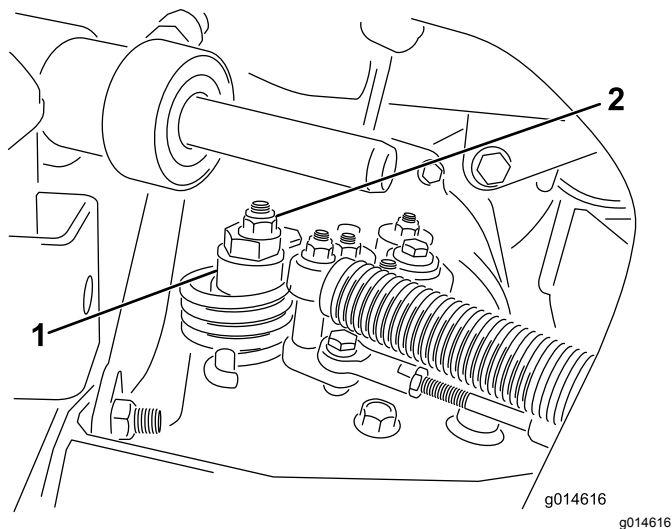

Figura 40
- A. Allentate il dado che fissa l'eccentrico alla parte superiore dell'igrostatato (Figura 40).
- C. Fate girare l'eccentrico finché non riscontrate movimenti in alcuna direzione. Quando la ruota cessa di girare, serrate il dado di bloccaggio dell'eccentrico per mantenere la messa a punto (Figura 40). Verificate la regolazione portando l'acceleratore in posizione di MINIMA e MASSIMA.